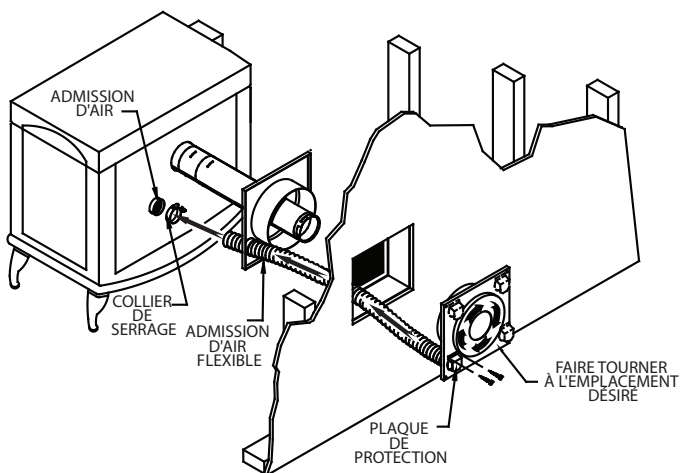
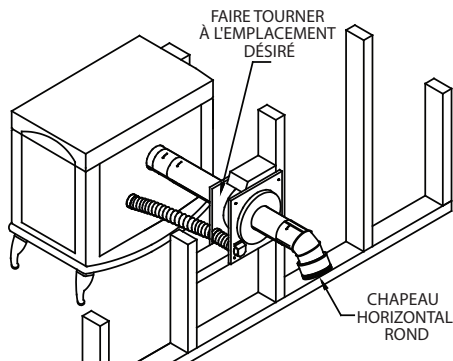

Figure 12
Figure 13
l'ouverture encadrée de la bague, éliminant le besoin de découper une autre ouverture dans le mur. Le petit conduit flexible fourni avec cet assemblage permet de raccorder l'entrée d'air comburant du poêle à granules. Noter que lors de l'installation d'une bague murale avec entrée d'air, le tuyau ne sera pas centré dans l'ouverture encadrée. Assembler lâchement les deux moitiés de la bague murale sur la section du tuyau. Raccorder le tuyau flexible avec un collier sur la moitié extérieure de la bague murale. Guider le conduit d'entrée d'air flexible par l'ouverture dans la moitié intérieure noire de la bague murale, tirer doucement le conduit d'entrée d'air flexible vers l'appareil (Figure 12) et si nécessaire, tailler l'excédent du conduit à la longueur souhaitée à l'aide de cisailles. Fixer le conduit d'entrée d'air flexible à l'entrée d'air comburant du poêle avec le collier fourni. Raccorder uniquement un conduit flexible métallique à l'appareil, ne pas substituer ou installer un conduit flexible en plastique. La bague dispose déjà d'un couvercle de protection situé au coin inférieur gauche orienté vers le bas, afin de protéger le conduit d'entrée d'air contre la pluie en la faisant dévier. Si vous souhaitez pivoter la bague pour placer l'entrée d'air vis-à-vis un autre coin, retirer les deux (2) vis du couvercle de protection de l'entrée d'air et fixer à nouveau au nouvel emplacement de l'entrée d'air. Fixer la moitié intérieure noire de la bague murale au mur intérieur et la moitié extérieure non peinte doit être fixée au mur extérieur sur les deux types de bagues (Figure 13). Les bagues murales s'ajustent à des murs de 10 cm à 20 cm (4 po à 8 po) d'épaisseur. Pour une installation dans des murs plus épais, une rallonge de tuyau doit être fabriquée par l'installateur.
## 5. SI LA SORTIE DU CONDUIT DE FUMÉE EST À L'ARRIÈRE DU POÊLE ET QU'UNE INSTALLATION HORIZONTALE À TRAVERS LE MUR EST SOUHAITÉE (**Figure 13**) :